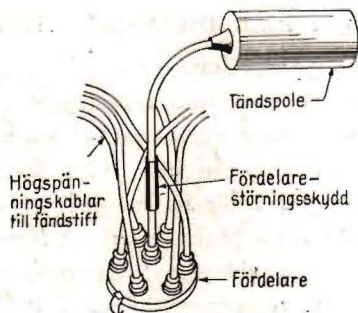

Fig. 2. Störningsskydd inkopplas i högspänningsledningen till fördelaren.
- 2) avstörning av tändspolen, vilket sker med ett motstånd på 5 000 ohm, som inkopplas i högspänningsledningen till fördelaren (jfr fig. 2),